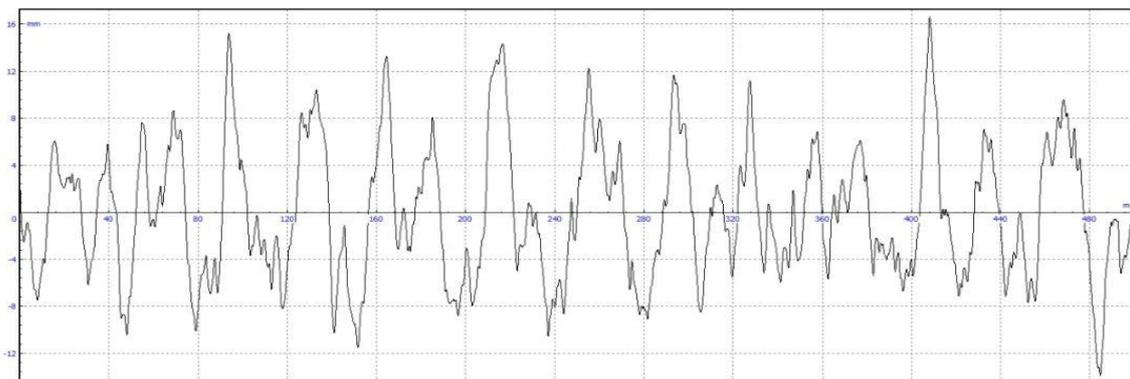

图 063-1
1、首先，我们在 UM 软件界面准备好一个 500m 长的随机不平顺样本，文件名为 rail.way，波形如图 063-1。